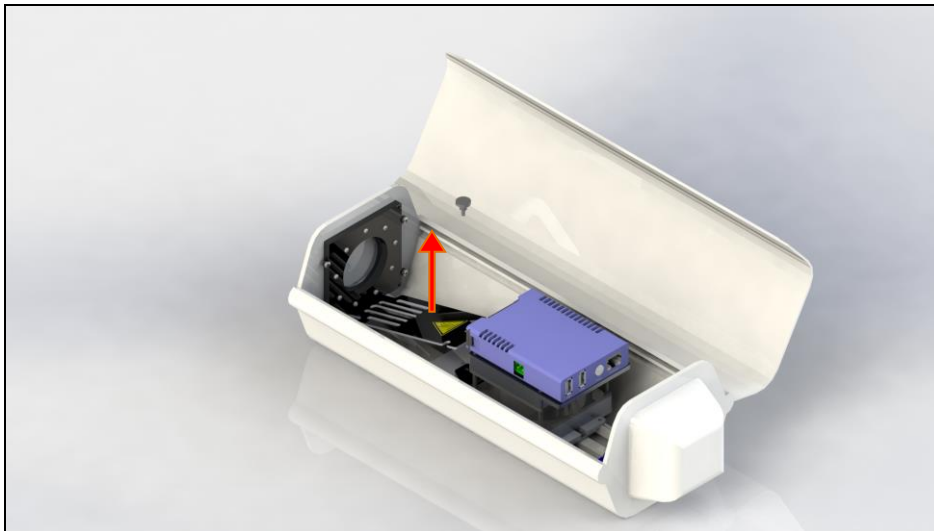

Abbildung 11: Befestigungsblech entfernen
Schritt 2: Ziehen Sie das Befestigungsblech vorsichtig heraus (**Abbildung 11**).